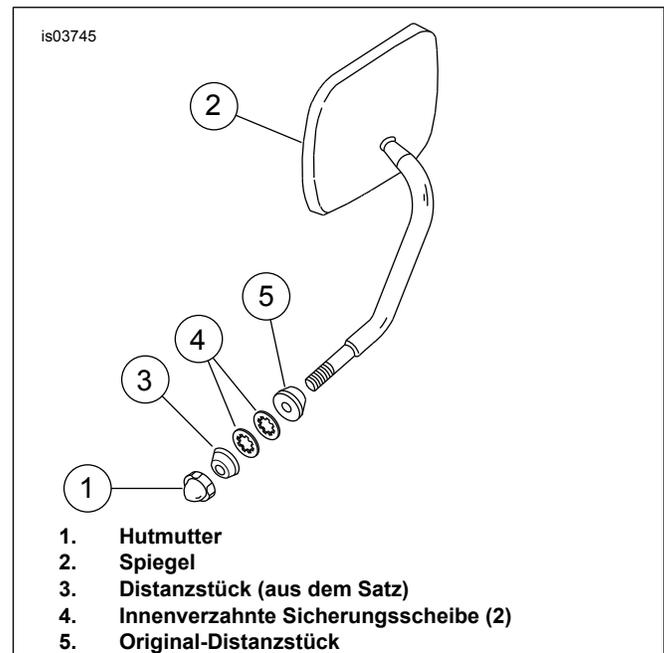
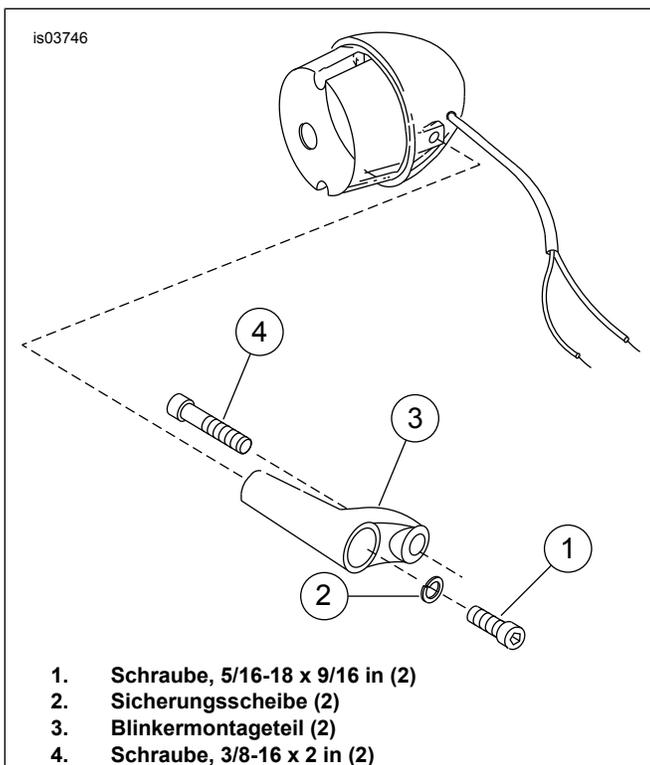

Abbildung 1. Befestigung des Spiegels
Abbildung 2. Befestigen des Blinkermontageteils
3. Ist der Blinker auf der oberen Gabelhalterung montiert, Tauchrohr-Klemmschraube von der rechten Seite der oberen Gabelhalterung entfernen. (Dies ist die Schraube, die den rechten Blinker befestigt.) Siehe Abbildung 1. Ist der Blinker auf dem Spiegel befestigt, Blinker und Befestigungsteile entfernen. Die innenverzahnten Sicherungsscheiben (4) und das Distanzstück (5) aufbewahren.
4. Hutmutter aus dem Satz installieren, um den rechten Spiegel zu sichern. Falls die Hutmutter bis zum Anschlag aufgeschraubt wird, ohne das Teil zu befestigen, das zweite Distanzstück (3) aus dem Satz an der dargestellten Stelle anbringen.
Falls der Blinker auf der oberen Gabelhalterung angebracht ist, Schritt 6 durchführen. Ist der Blinker auf dem Spiegel angebracht, Abbildung 2 hinzuziehen und Blinkermontageteil installieren. Dann Schritt 6 ausführen, jedoch unter Verwendung einer 3/8-16 x 2,0 in Schraube
7. Schritte 1 bis 6 wiederholen, um den linken Blinker umzubauen. Siehe Abbildung 1. Original-Hutmutter und innenverzahnte Sicherungsscheibe verwenden, um Spiegel zu montieren.
Falls der Blinker auf der oberen Gabelhalterung angebracht ist, Schritt 7 durchführen. Falls der Blinker auf dem Spiegel angebracht ist, siehe Abbildung 2. Dann Blinkermontageteil installieren und Schritt 7 ausführen, jedoch die 3/8-16 x 2 in Schraube aus dem Satz verwenden, um Blinker anzubringen. Hinweis auf die Klemmschraube der oberen Halterung nicht beachten. Siehe Abbildung 1. Hutmutter aus dem Satz installieren, um den rechten Spiegel zu sichern. Falls die Hutmutter bis zum Anschlag aufgeschraubt wird, ohne das Teil zu befestigen, das zweite Distanzstück aus dem Satz an der dargestellten Stelle anbringen.